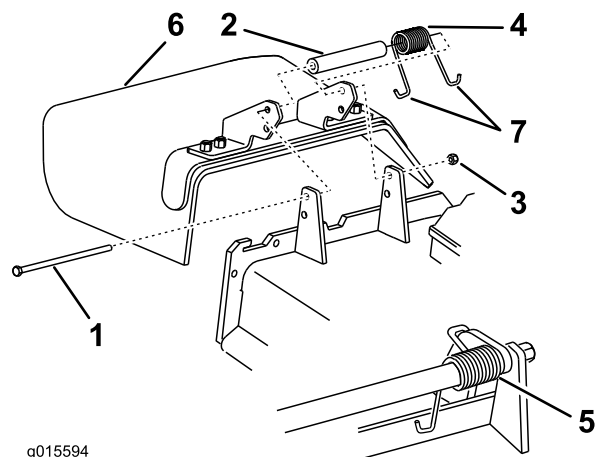

Figure 84
1. Retirez le contre-écrou, le boulon, le ressort et l'entretoise qui fixent le déflecteur aux supports de pivot (Figure 84). Enlevez le déflecteur s'il est endommagé ou usé.
Remarque: Prenez soin de placer une extrémité en J du ressort derrière le bord du plateau avant de mettre le boulon en place, comme indiqué à la Figure 84.
3. Remettez le boulon et l'écrou. Accrochez une extrémité en J du ressort au déflecteur d'herbe (Figure 84).